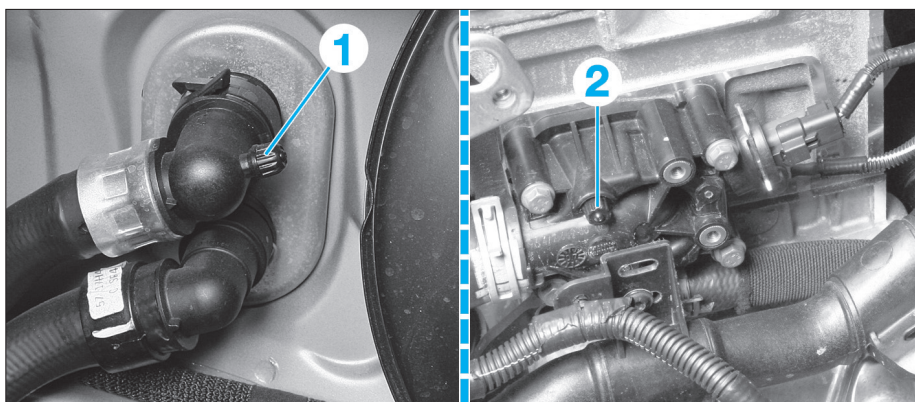

Fig. 35
- Ouvrir les vis de purge sur la durit du radiateur (1) de chauffage et sur le boîtier de sortie d'eau (2) (Fig.35)
- Ouvrir les vis de purge des (1) et (2) (Fig.35).